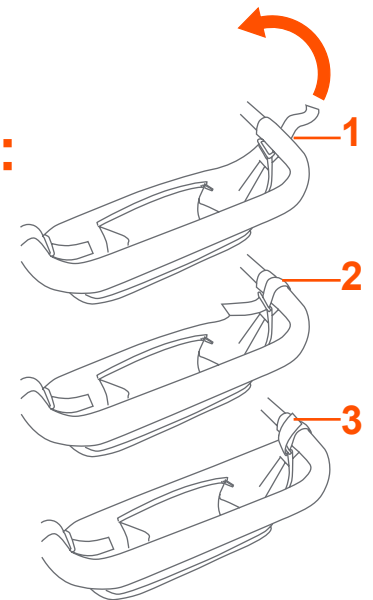

Fig. 13
- 13) • **Sangle Du Panier De Rangement Souple Pour Parents :** Utilisez le crochet et la boucle pour fixer le panier de rangement souple pour parents à la poignée de la poussette. Suivez les illustrations 1 à 3 (Fig. 13). Assurez-vous de bien serrer la sangle.